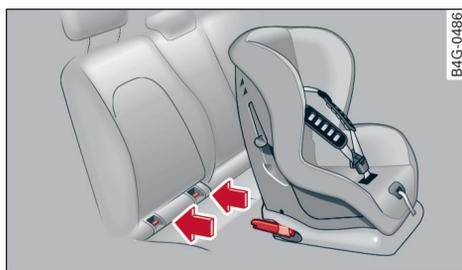

图 229 后座椅：固定有 ISOFIX 固定装置儿童座椅
- ▶ 将儿童座椅的固定臂推入 ISOFIX 固定件中，直至听到卡止 ⇨ 图 229。